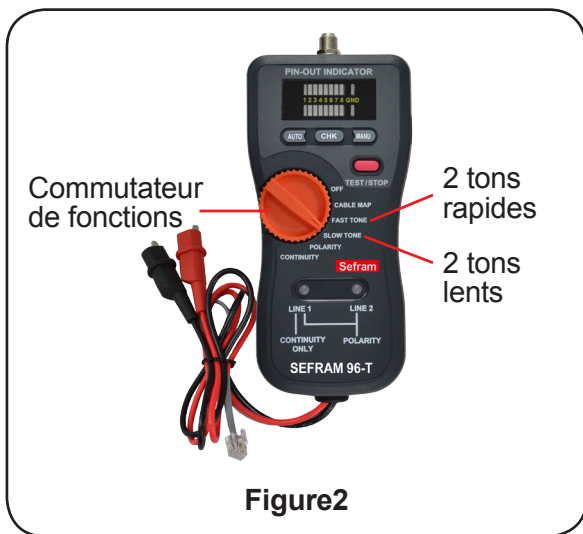

Figure2
- Possibilité de choisir 2 tons « lents » ou « rapides ». (voir Figure 2)